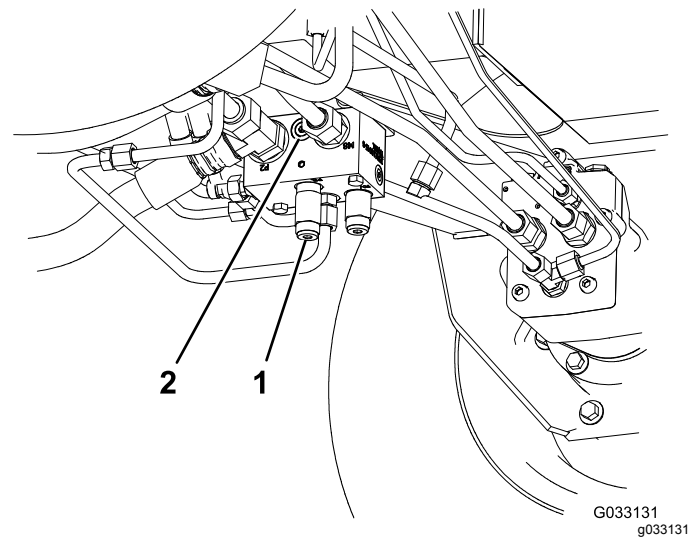

Figure 61
- Coupleur (ref. Toro 95-0985) (2)
- Raccord hydraulique (ref. Toro 340-77) (2)
1. Montez un raccord de diagnostic dans l'orifice non identifié situé entre les orifices M8 et P2 sur le collecteur de déplacement arrière (Figure 61).